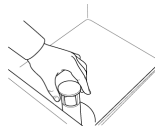

Abb. 46
- 3- Öffnen Sie die Tür und entfernen Sie den Überlauf. (Abb. 46)